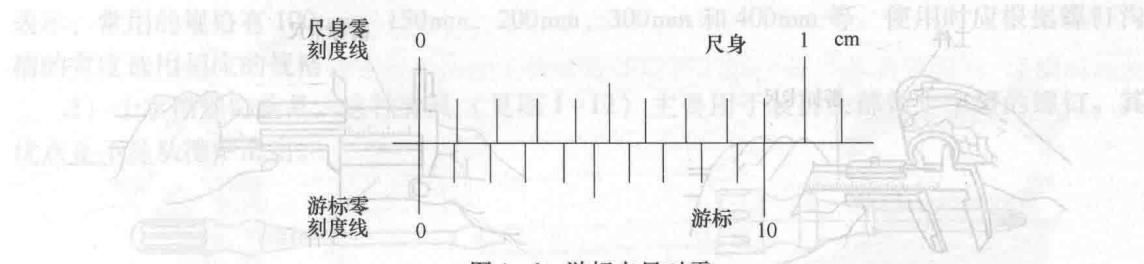

图 1-6 游标卡尺对零
- 3) 对零。在测量工件前, 将游标卡尺的两测量面合拢, 游标卡尺的游标零刻度线应与尺身零刻度线应对正(见图 1-6), 否则, 应送有关部门修理。